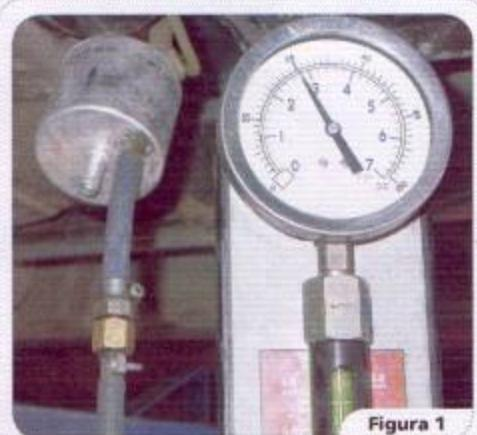

Figura 1
- Observe também que não deve vazar combustível pela linha de retorno do filtro (figura 1).